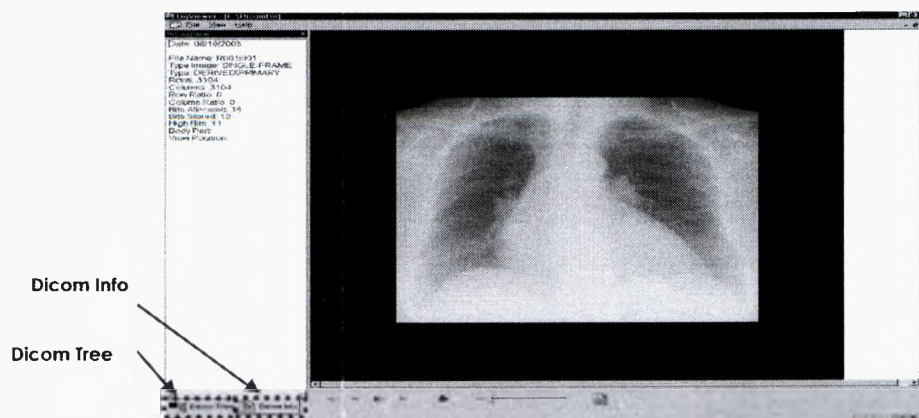

Рисунок 184
– выберите ярлык **Dicom Info** для просмотра информации об изображении (см. рисунок 184);